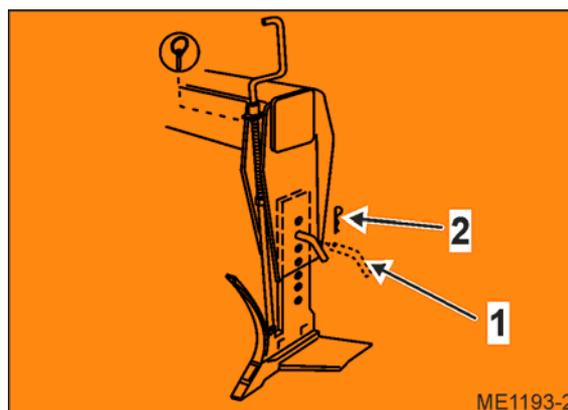

Fig. 29
6. Insérez l'axe (Fig. 29/1) et goupillez en sécurité (Fig. 29/2).